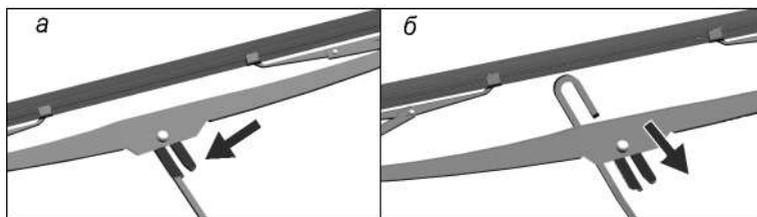

Рис. 3. 45. Замена щеток стеклоочистителей стекол
- блок интерфейса пользователя (БИП) с кнопкой «SOS» 2 (рис. 3. 49) находящийся на внутренней части крыши салона;